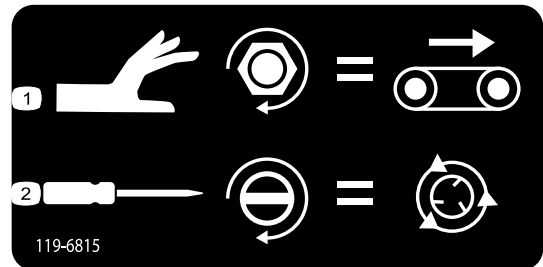

図 47
- フロアベルトの速度を調整するには 図 47、ノブを右に回します。油圧フローがゼロの時は、色別操作システムの中の最大フロア速度を使います。この設定は、ホッパーに砂が満載された状態のときに便利です。
- スピナーの速度調整 図 47 は調整ねじをマイナスドライバーで回転させて行います。右に回すと増速、左に回すと減速です。